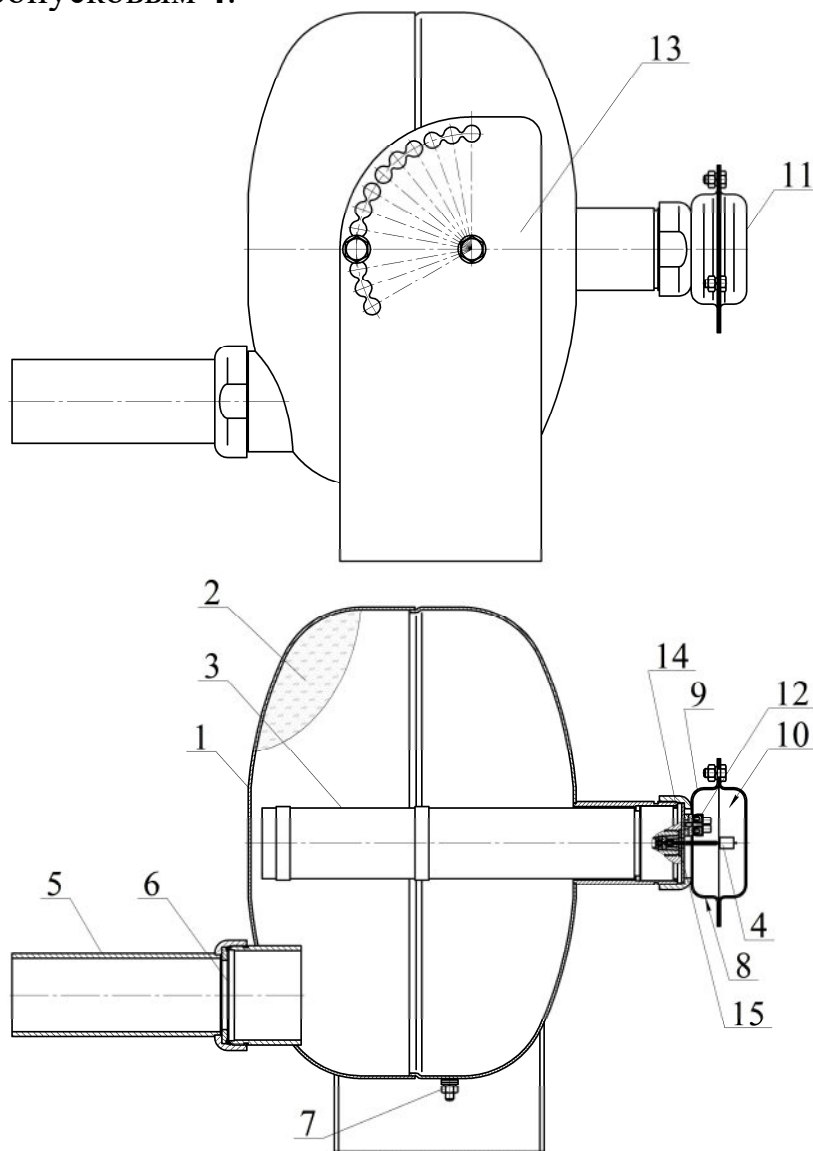

Рисунок 1
4.1.1 МПП (см. рисунок 1) состоит из корпуса **1**, в котором размещаются огнетушащий порошок (ОП) **2** и источник холодного газа (ИХГ) **3** с элементом электропусковым **4**.
6.3 Закрепить кронштейн 13 (см. рисунок 1) на потолке, стене или иной несущей плоскости, расположенной под любым углом относительно поверхности пола. Координаты отверстий в кронштейне, предназначенном для крепления МПП, приведены на рисунке 2.